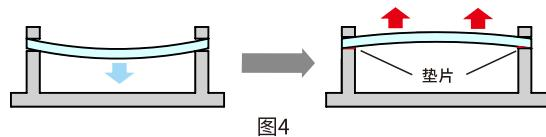

图4
4. 最简单的方法如(图4)所示,在传统的轴棒式直线电机支撑架2段内侧加入精密垫片,再上紧螺丝来达到调整电机扰度的目的。